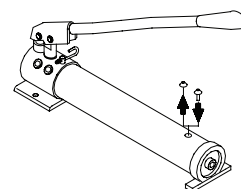

Figure 6 - Enlevez le bouchon d'expédition et remplacez-le par le bouchon à événements avant de se servir de la pompe pour la première fois..
- Enlevez le bouchon d'expédition et remplacez-le par le bouchon à événements (figure 6).